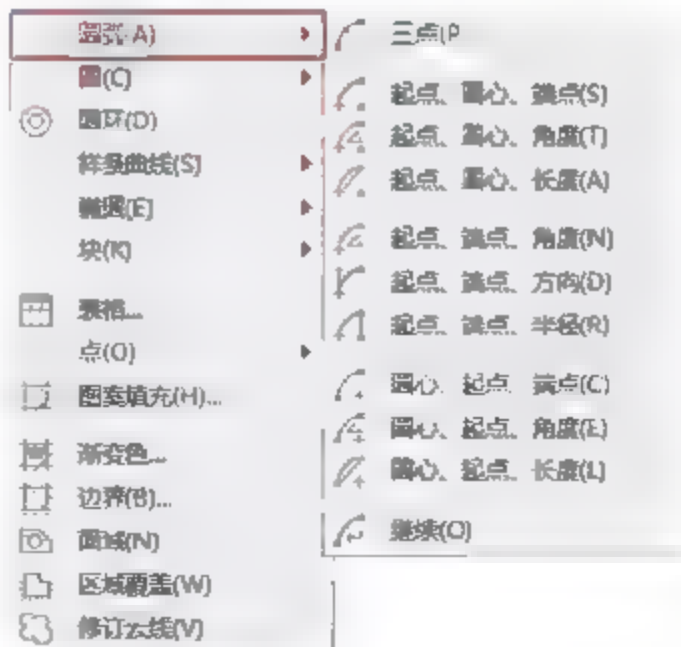

图3-57 选择命令
- 菜单栏：选择菜单【绘图】|【圆弧】命令，如图3-57所示。